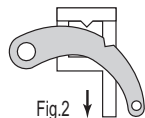

Fig.2
Le cric doit avoir une charge minimum de 50 kg (110 lbs) pour une descente régulière ; dans le cas contraire, le nez de levage sautera. En prenant toutes les précautions nécessaires : prendre la charge avec le cric (à savoir monter légèrement la charge) et après contrôle que la poignée est dans la position HAUTE MAXIMUM, dégager le crochet à inversion (20), pour le mettre dans la position basse « Down », à savoir que l'indentation du crochet se désengage de l'entaille du bouton d'inversion (voir figure 2) ; tout en tenant fermement la poignée, pomper de la même manière que pour lever une charge.